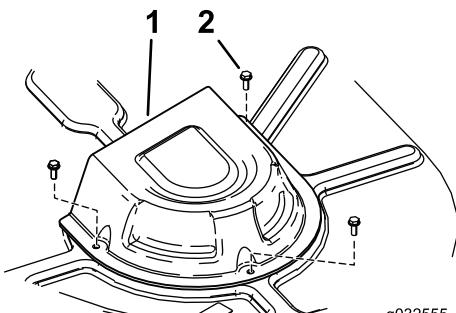

Figure 62
4. Déposez les couvercles de poulie (Figure 62).